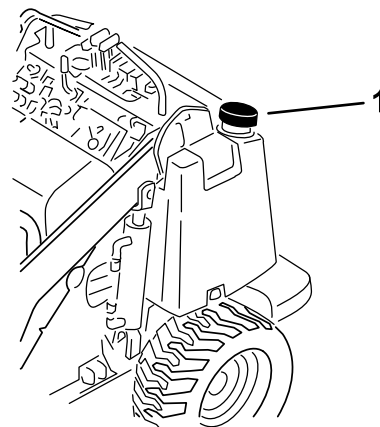

Bild 11
3. Reinigen Sie den Bereich um den Tankdeckel und nehmen Sie den Deckel ab (**Bild 11**).